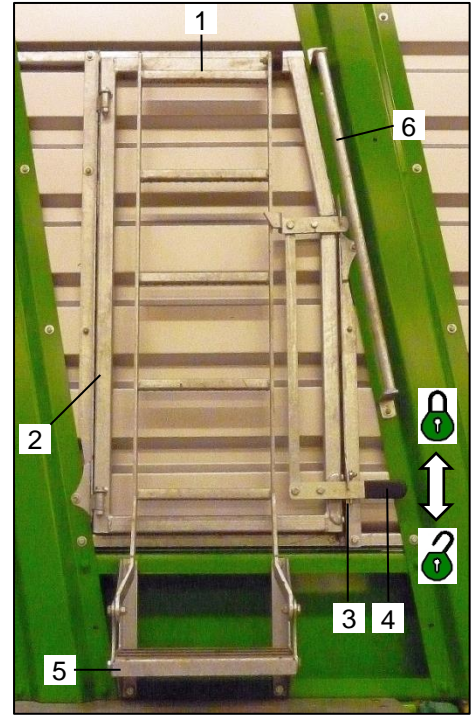

Bild 23: Aufstiegsleiter und Einstiegstür
Beim Herabschwenken der Aufstiegsleiter (Bild 23 / Pos.1) und Öffnen der Laderaumtür (Bild 23 / Pos. 2) ist wie folgt vorzugehen:
- Mit einer Hand die Aufstiegsleiter (Bild 23 / Pos.1) gegen ein unbeabsichtigtes herunterklappen sichern und mit der anderen Hand die Sicherung (Pos. 3) nach hinten drücken und den Hebel (Bild 23 / Pos.4) durch nach unten ziehen entriegeln .
- Die Aufstiegsleiter (Bild 23 / Pos.1) mit beiden Händen nach unten schwenken, bis sie komplett am Aufstandstritt (Bild 23 / Pos.5) anliegt.
- Die Einstiegstür (Bild 23 / Pos. 2) komplett öffnen und mit dem Hebel (Bild 23 / Pos.4) die geöffnete Einstiegstür (Pos.2) gegen unbeabsichtigte Bewegung durch nach oben Führen des Hebels (Bild 23 / Pos. 4) verriegeln .
- Beim Betreten und Verlassen des Laderaums den Handgriff (Bild 23 / Pos. 6) verwenden.